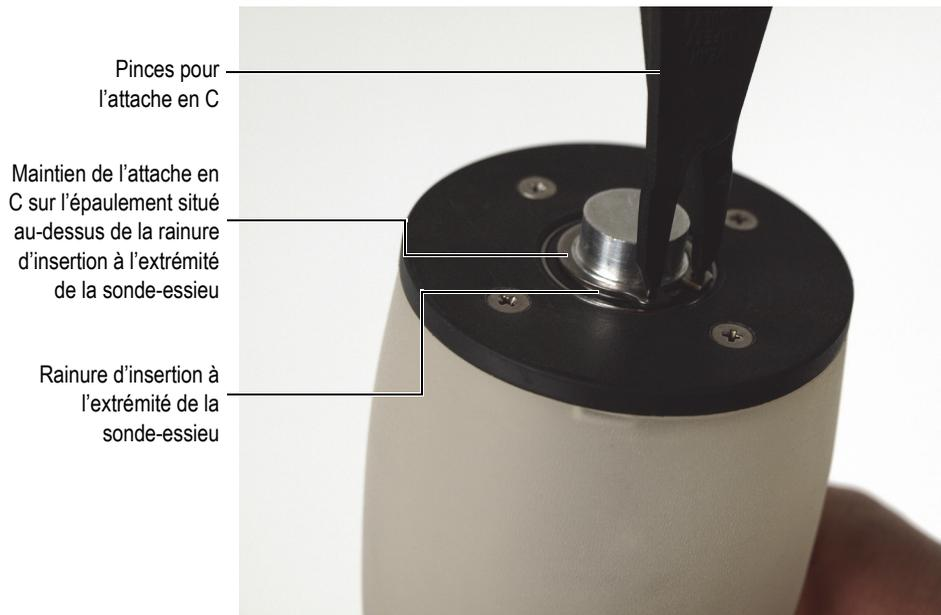

Figure 6-10 Installation de l'attache en C à l'extrémité de la sonde-essieu
2. En tenant la roue acoustique à la verticale (câble de sonde vers le bas), utilisez les pinces pour placer délicatement l'attache en C sur l'épaule juste au-dessus de la rainure d'insertion à l'extrémité de la sonde-essieu (Figure 6-10 à la page 90).